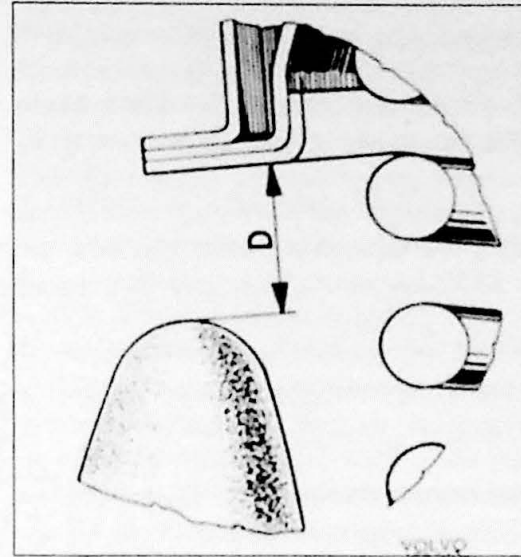

Fig. 10.19. Montage positie. D = ca 40 mm
van de draagarm worden opgetild zodat de afstand tussen het rubber kussen en de voorasbalk ongeveer 40 mm bedraagt (D, Fig. 10.19). Aantrekkelijk: 5,5-6,2 kgm.
7. Laat de krik nu zakken en plaats deze hierna buiten de veer. Krik nu voorzichtig op tot de afstand tussen de rubber buffer en de voorasbalk (D, Fig. 10.19) circa 40 mm bedraagt. Draai de moer in deze positie vast.
8. De montage begint in omgekeerde volgorde. Bij de vroege uitvoeringen de moeren van de krammen met een koppel van 2.0-2.5 kgm aantrekken. Voor beide uitvoeringen geldt dat de afstand tussen de bovenkant van de rubber buffer en de voorasbalk (D, Fig. 10.19) ca. 40 mm moet bedragen bij het aantrekken van de moeren evenals moeren voor de binnenste bevestiging van de draagarm. Bij de schokbrekers dient er op gelet te worden dat er verschillende uitvoeringen voorkomen met verschillende aantrekkoppels van de moeren (zie ook 'montage van schokbrekers'). Na de montage de wielafstelling weer controleren. Zie ook: 'Afstelling wielophanging'.